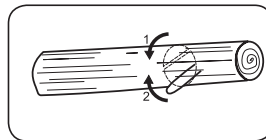

Abb. 12C
3. Bei Stamm, abgestützt an beiden Enden: Schneiden Sie zuerst 1/3 des Stammdurchmessers von oben nach unten, um ein Absplittern zu vermeiden. Beenden Sie dann den Schnitt von unten auf den ersten Schnitt zu, um ein Festklemmen zu vermeiden (Abb. 12C).